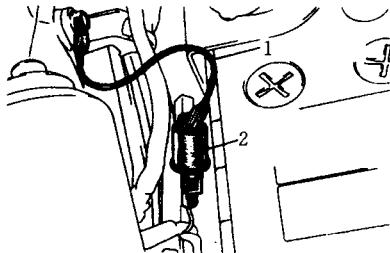

图 16 点火正时插接器——钻石
①拉手制动器，起动并运转发动机达到正常工作温度。关闭所有灯、附件、前轮指向正前方。自动变速器置于 P 档，手动变速器置于空档。
②如果怠速不符合要求，调整到正确值。
③关闭发动机，从点火正时调整插接器上拆下防水套，该插接器位于驾驶室前壁中心偏左侧处(图 16)。